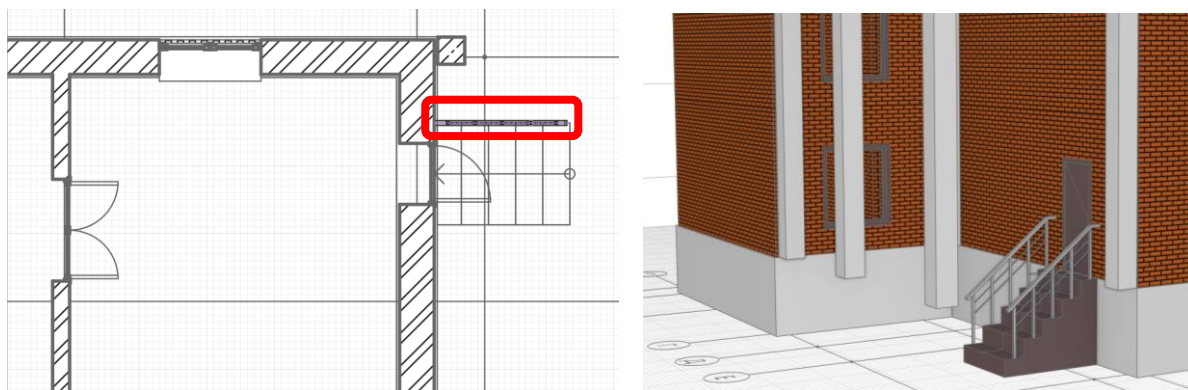

Рис. 8 Установка ограждений
2. В **Обозревателе проекта** открываем 2D-вид 1 этажа и указываем положение ограждений (рис. 8) далее смотрим 3D-модель